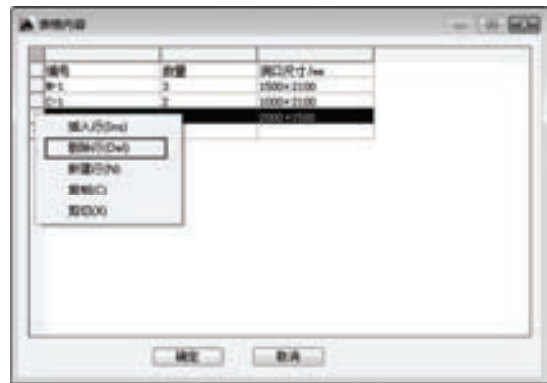

图 8-68 选择“删除行”选项
8) 再次调用“QPBJ”命令，弹出“表格内容”对话框；在表格第 4 列前的按钮上单击鼠标右键，在弹出的快捷菜单中选择“删除行”选项，如图 8-68 所示。